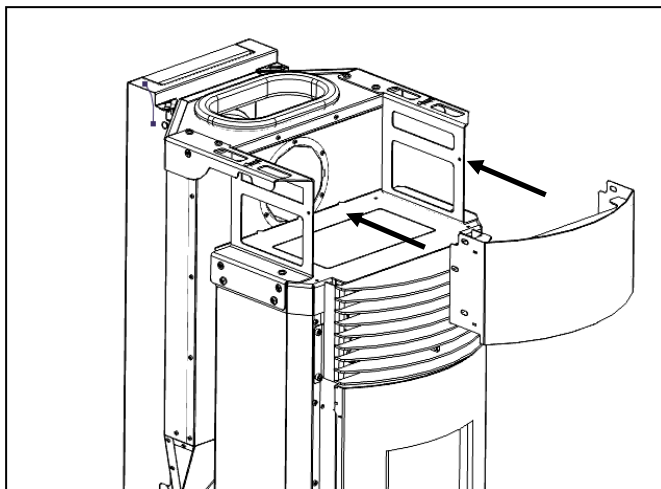

Figura 36 - Encaixe do frontal da estrutura
b) Colocar o frontal superior como demonstra a Figura 36, posicionando as abas da peça frontal na face interna da estrutura.